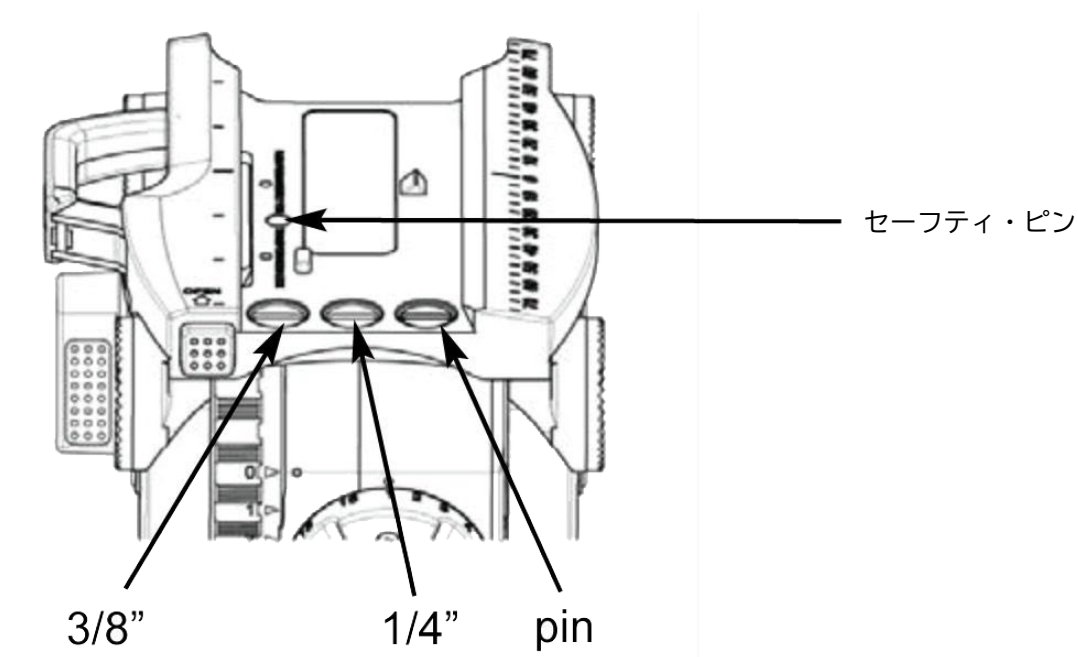

図4
- 1/4インチネジと3/8インチネジ、または1/4インチのネジとピンでカメラを取り付ける必要がある場合は、図4に示すように、格納されているネジを使用してください。